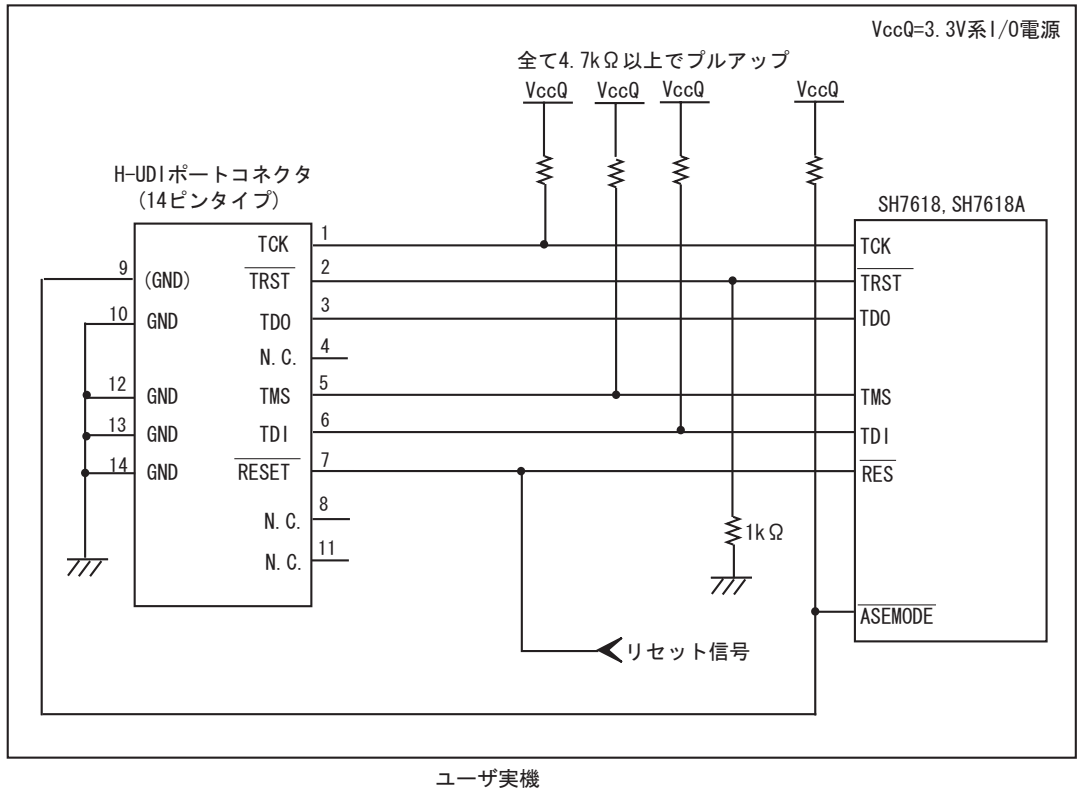

図 1.3 E10A-USB 使用時の H-UDI ポートコネクタ - チップ間の接続例
E10A-USB エミュレータ使用時の H-UDI ポートコネクタ(14 ピンタイプ)とチップ間の推奨接続例を図 1.2、UVCC 未接続時の接続例を図 1.3 に示します。
- 図 1.2, 図 1.3 に記載されている抵抗値は、参考値です。
- 図 1.3 接続例で回路を組んだ場合の E10A-USB エミュレータのスイッチ設定：SW2=0, SW3=1 スイッチ設定の詳細は、「SuperH™ファミリ用 E10A-USB エミュレータユーザーズマニュアル 3.8 章 DIP スイッチの設定」を参照してください。